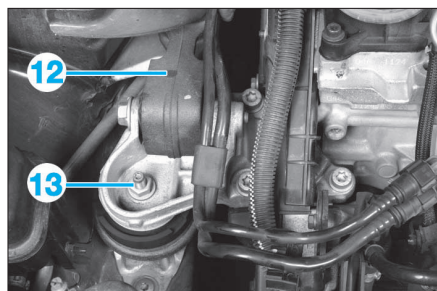

FIG. 89
- la biellette anticouple supérieure (12) (Fig.89),
- l'écrou (13),